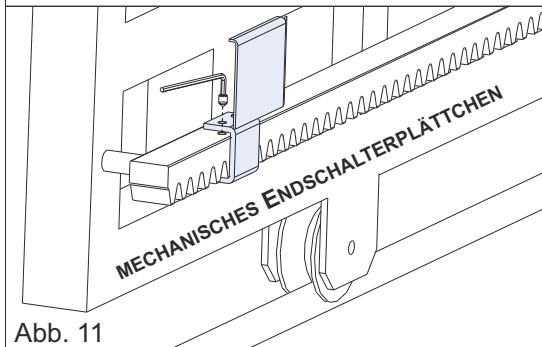
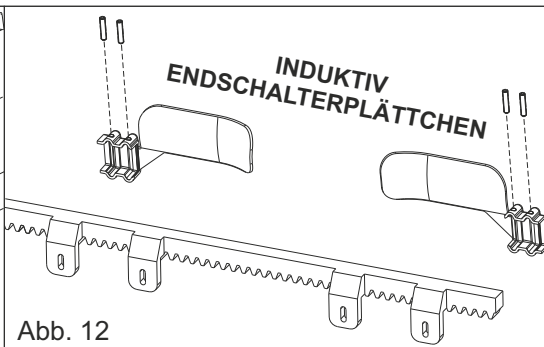
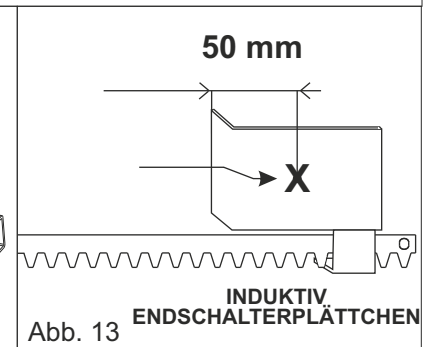
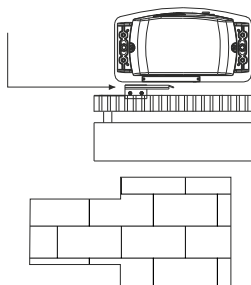

Abb. 11
Abb. 12
Abb. 13
Abb. 14
- **MECHANISCHER ENDSCHALTER:** Bringen Sie das Plättchen (Abb.11) auf die gewünschte Endschalterposition (Abb.14) auf der Zahnstange. Befestigen Sie das Plättchen mit den mitgelieferten Schrauben an der Zahnstange
- **INDUKTIVER ENDSCHALTER:** Bringen Sie das Plättchen (Abb.12) auf die gewünschte Endschalterposition (Abb.14) auf der Zahnstange. Befestigen Sie das Plättchen mit den mitgelieferten Schrauben an der Zahnstange. Bringen Sie das Öffnungsblech des induktiven Endschalters (angezeigt durch einen Pfeil auf dem Endschalter) auf den Punkt «X» auf dem Plättchen (50 mm von der geknickten Seite - Abb.13)
- **MECHANISCHER ENDSCHALTER:** Bringen Sie das Plättchen (Abb.11) in die gewünschte Endschalterposition (Abb. 14) auf der Zahnstange. Befestigen Sie das Plättchen mit den mitgelieferten Schrauben an der Zahnstange